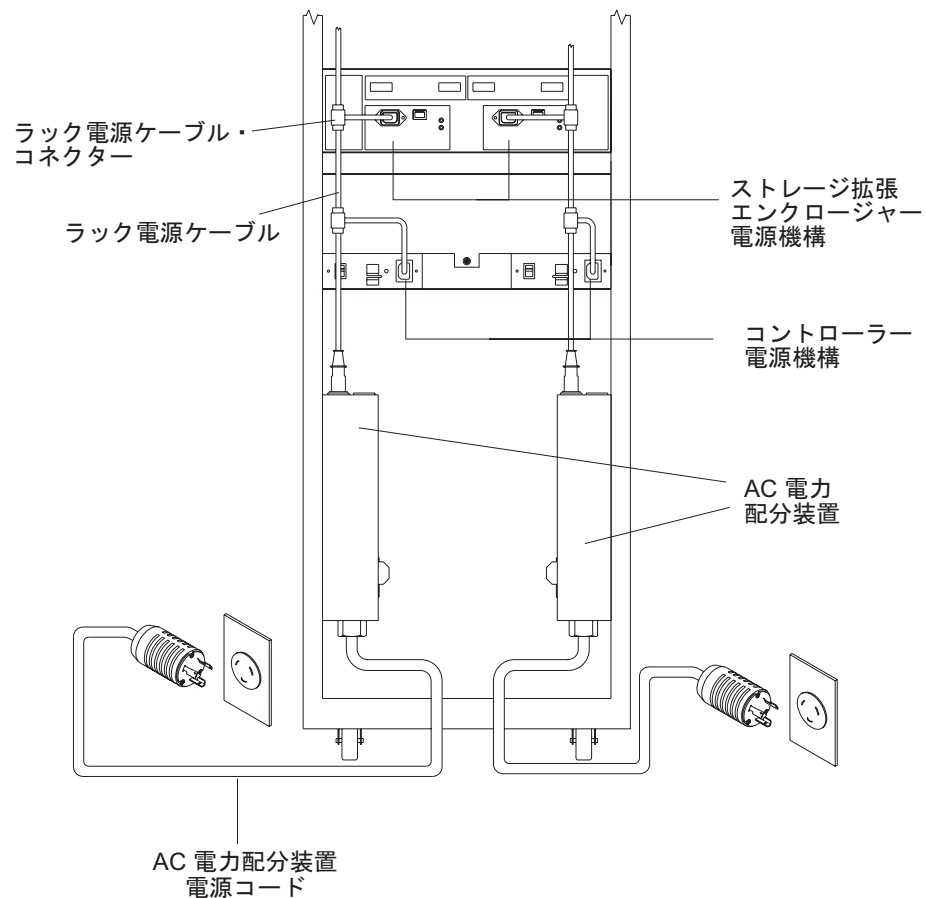

図 89. コントローラーおよびストレージ拡張エンクロージャーへの冗長 AC 電源接続
冗長電源のケーブル接続の例については、図 89 を参照してください。
- 電源の冗長性を維持するために、ストレージ・サブシステムの左右の RAID コントローラー・ユニットを、ラック・キャビネット内の AC 電力配分装置を通して 2 つの独立した外部電源回路に接続するか、または直接外部のコンセントに接続します。同様に、DS5100 および DS5300 に接続された DS4000 または DS5100 および DS5300 ストレージ拡張エンクロージャーの左右の電源機構を、DS5100 および DS5300 と同じ 2 つの独立した外部電源回路に接続する必要があります。これによって、1 つの電源回路しか使用できない場合でも、DS5100 および DS5300 およびそれに接続されたすべてのストレージ拡張エンクロージャーに電力が供給されます。さらに、右側または左側のすべての電源ケーブルを同じ電源回路に接続することで、無人電源回復の際に、ストレージ・サブシステムのコンポーネントの電源を同時にオンにすることができます。冗長電源接続の例については、137 ページの図 89 を参照してください。